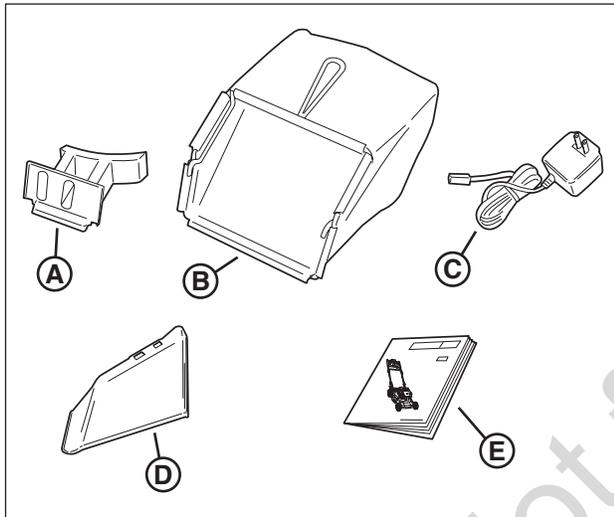

Figure 1: Articles fournis
- Obturateur de déchiquetage (A, Figure 1 - installé)
- Sac à herbe (B)
- Déflecteur latéral d'éjection (D)
- Manuel de l'utilisateur (E)